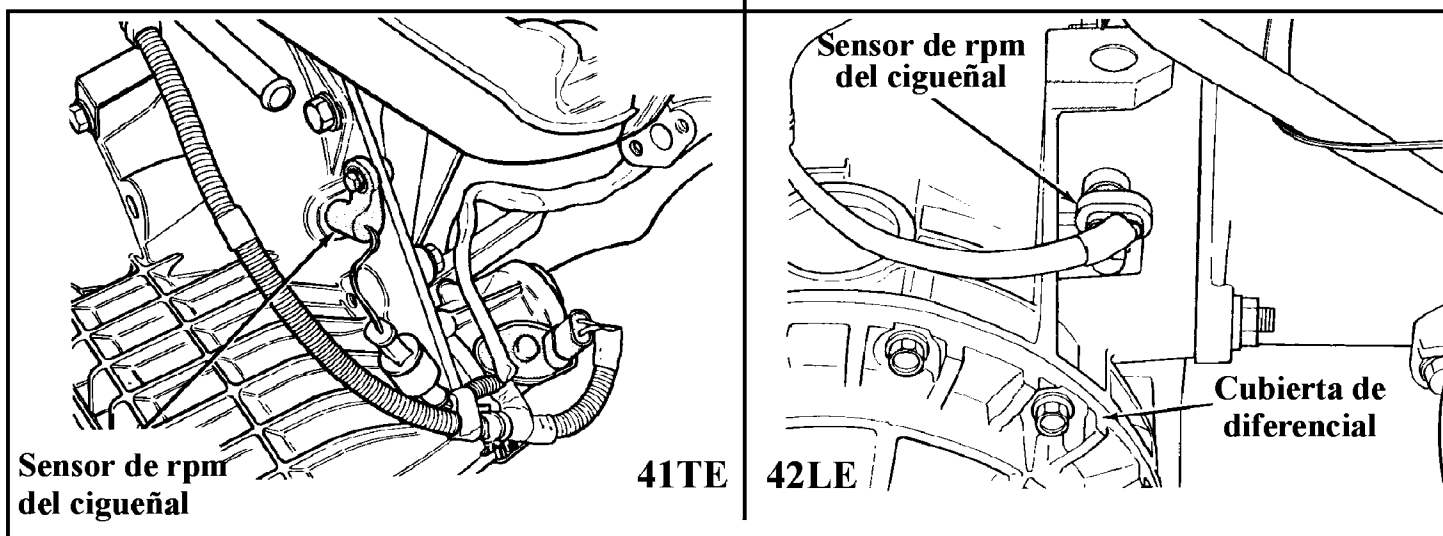
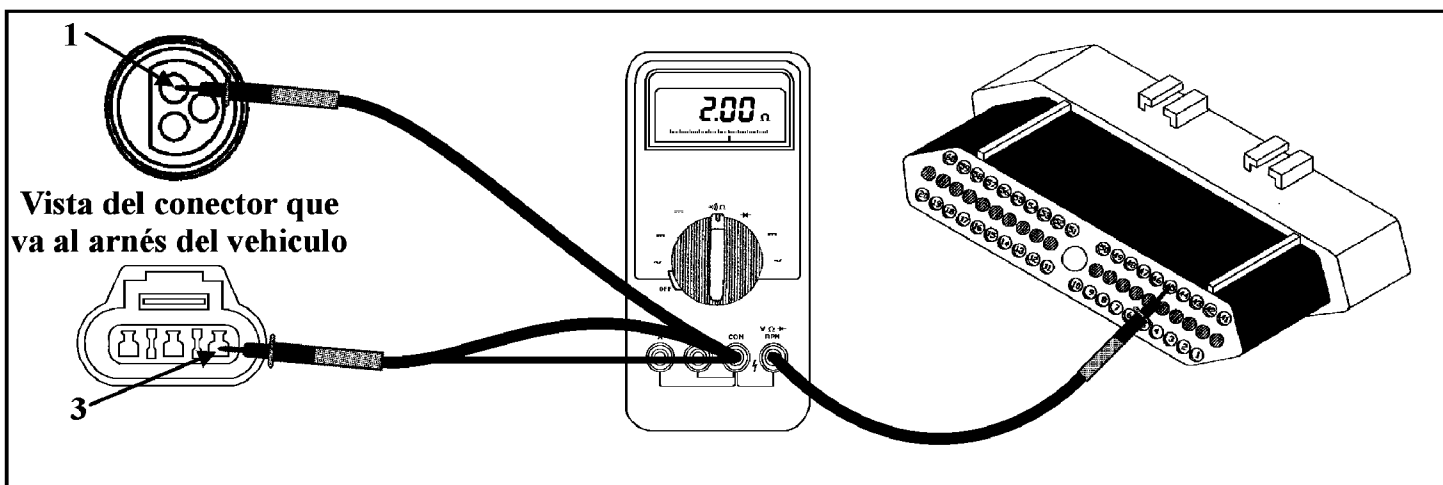

Figura 26
Figura 27
- Localize el sensor de velocidad del cigueñal (Vea la figura 26) Desenchufe el conector del sensor y el del TCM. En modelos 3.3 y 3.8L del 89-95 haga una prueba de continuidad desde el terminal 1 en el conector del sensor al terminal 45 en el conector del TCM. En modelos LH y en todos los modelos con motor 3.3 y 3.8L del 96 en adelante, haga la prueba desde el terminal 3 en el conector del sensor al terminal 6 en el conector del TCM (Vea la figura 27). Si no hay continuidad, repare o reemplaze el alambre.